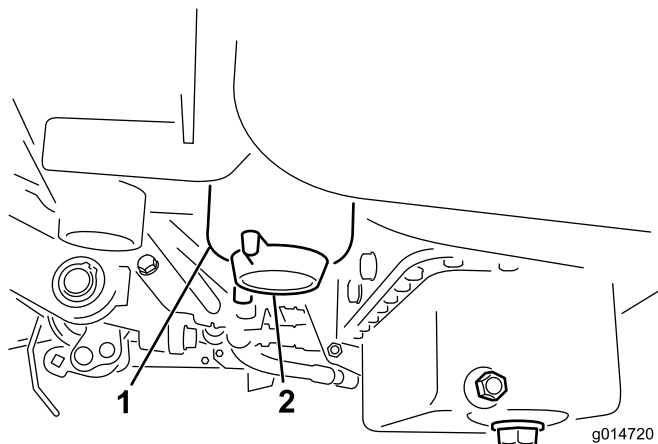

Figure 30
3. Dévissez le bouchon de vidange situé sur le filtre à carburant d'environ un tour et vidangez l'eau qu'il contient (Figure 30). Revissez le bouchon quand la vidange est terminée.